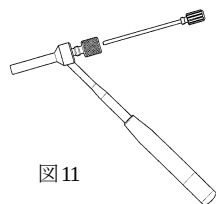

図 11
- 1) プロテクションスリーブにドリルスリーブ、1.3 ガイドピンスリーブを組み付け、経皮的挿入器を用意します。(図 11)